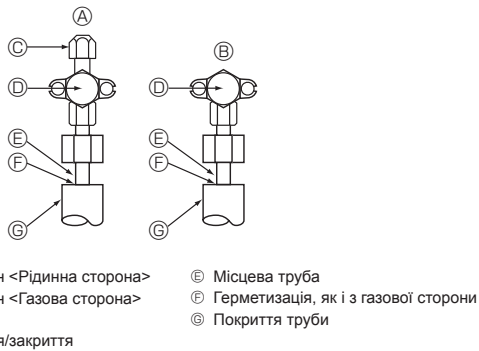

Fig. 4-4
4.4. Метод випробування герметичності трубок холодоагенту (Fig. 4-4)